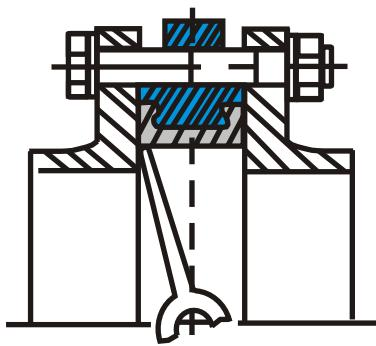

Рис. 1 (неправильно)
- Использование фланцев с внутренним диаметром меньше номинального диаметра затвора может привести к блокировке диска, что в свою очередь вызовет серьезное повреждение диска поворотного затвора (рис. 1). Для фланцев изготовленных согласно стандартам указанным на странице 84 при правильной установке затворов ABRA, такой неприятности не случится.